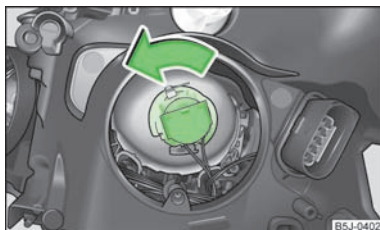

Fig. 148
- Faire tourner la fiche avec l'ampoule **en sens antihoraire** jusqu'en butée » fig. 148 et la faire sortir.